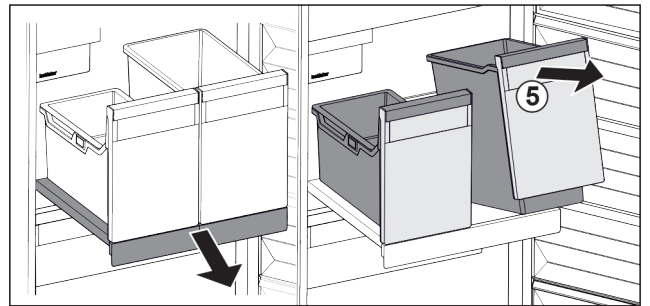

Fig. 29
- ▶ Повдигнете съда Fig. 29 (5) отпред.